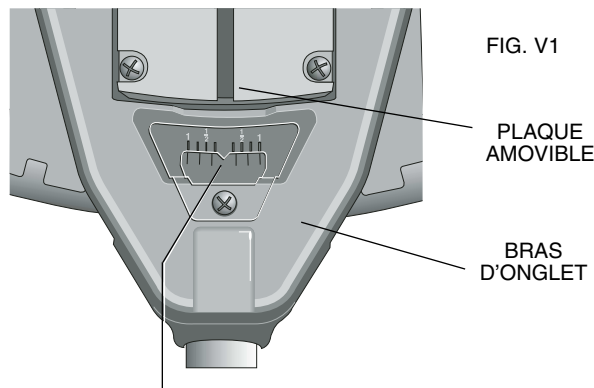

FIG. V1
2. Régler l'angle d'onglet à la valeur entière la plus près de la mesure voulue en alignant la marque centrale du vernier (figure V1) avec la valeur entière inscrite sur l'échelle (à 24 degrés à droite – se reporter à la figure V2).